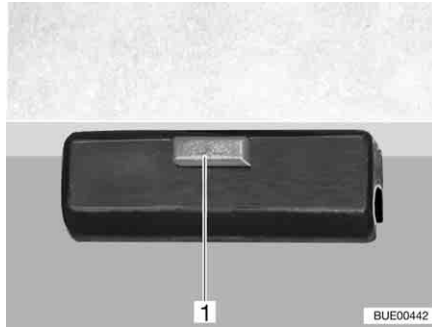

Bild 106 Verriegelung
- Verriegelung (Bild 106,1) an der Tischplatte lösen.